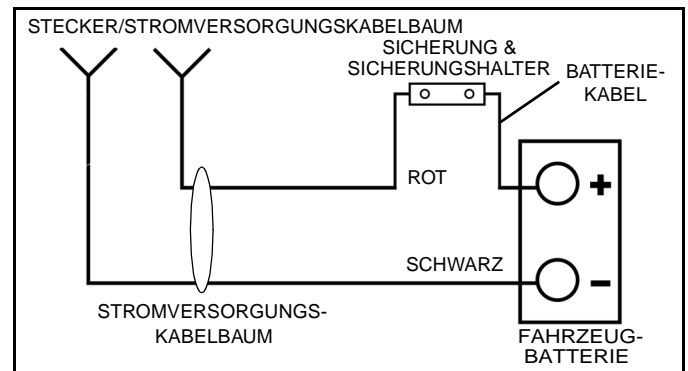

Abb. 1-3
2. Befestigen Sie den Sicherungshalter nahe der Batterie mit (2) #10 x 1" Blechschrauben.
3. Nehmen Sie die Abdeckung vom Sicherungshalter ab und entfernen Sie die Muttern von den Bolzen. Platzieren Sie ein Ende des 60 cm langen Batteriekabeldrahts auf einen Bolzen. (Siehe Abb. 1-3).